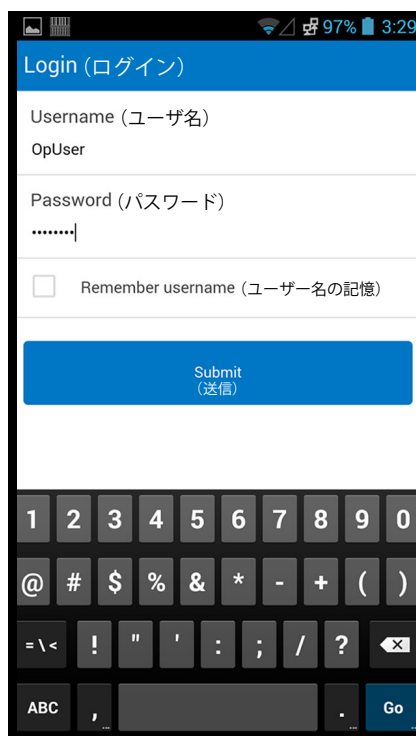

図 5-190. Cepheid Link スキャナの「ログイン」画面
3. あなたに割り当てられたユーザ名とパスワードを使って Cepheid Link スキャナにログインします（図 5-190 を参照）。「サンプルをスキャン (Scan Sample)」画面が表示されます。図 5-191 を参照。
12. ログアウト (Logout) ダイアログで、**OK** に触れてスキャナからログオフします (図 5-201 を参照)。スキャナ「ログイン (Login)」画面が表示されます。図 5-190 を参照。